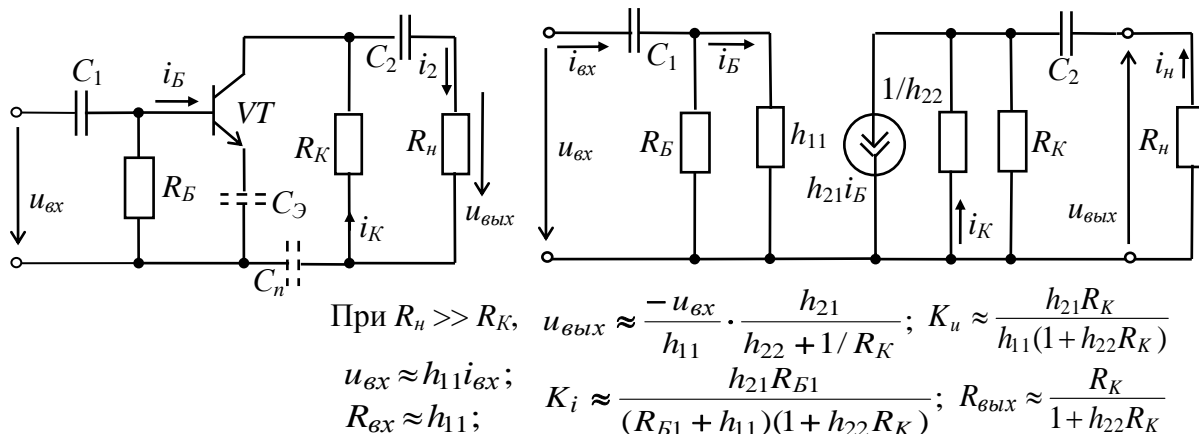

Рис. 2
2. Для рассчитанного по постоянному току в п.1. каскада ОЭ произвести расчет по переменному току на средних частотах (Найти коэффициент усиления по напряжению K_u , входное $R_{вх}$ и выходное сопротивление $R_{вых}$ по переменному току). Сопротивление источник сигнала $R_s=100\text{Ом}$, сопротивление нагрузки $R_n=1\text{кОм}$. Использовать эквивалентную схему каскада переменному току (рис.2) и справочные данные на заданный транзистор.